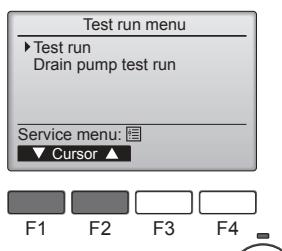

Fig. 8-2
- У меню «Test run menu» (Тестовий прогін) виберіть пункт «Test run» (Тестовий прогін), а потім натисніть кнопку [ВИБРАТИ]. (Fig. 8-2)